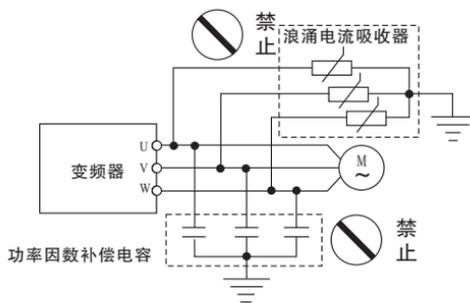

图1-3
- 由于变频器的输出电压是PWM脉冲波，因此在其输出端请不要安装电容或浪涌电流吸收器(如压敏电阻)，否则将会导致变频器出现故障跳闸，甚至功率元器件的损坏。如已有安装的，请务必拆除。见图1-3所示。